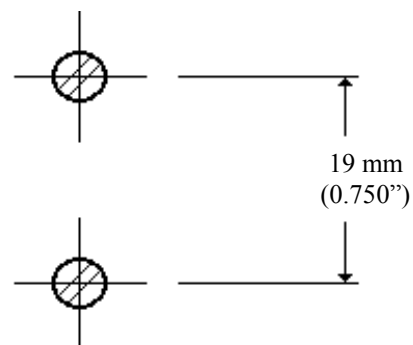

Figura 2. Distancia a la cual debe hacer los barrenos para fijar los tornillos que sujetarán al indicador ELGA.
2. Una vez definido el lugar ideal para la instalación, proceda a realizar 2 barrenos, utilizando la broca para concreto de ¼", la longitud del barreno debe ser de forma tal que se introduzca completamente el taquete. Introduzca los taquetes hasta el fondo utilizando un martillo y posteriormente coloque las pijas para fijación del indicador ELGA® en cada uno de los taquetes, dejando aproximadamente 5 mm (esta distancia ajústela de manera que al montar el indicador ELGA® quede bien sujeto). En la figura 2 puede ver la distancia a la que deberá hacer los barrenos para la fijación de los tornillos, posteriormente coloque el indicador ELGA® haciendo que coincidan los barrenos ubicados en la cara posterior del cuerpo del indicador ELGA® con los tornillos que colocó, ahora empuje ligeramente hacia la superficie de instalación (muro) y finalmente deslícelo hacia abajo.